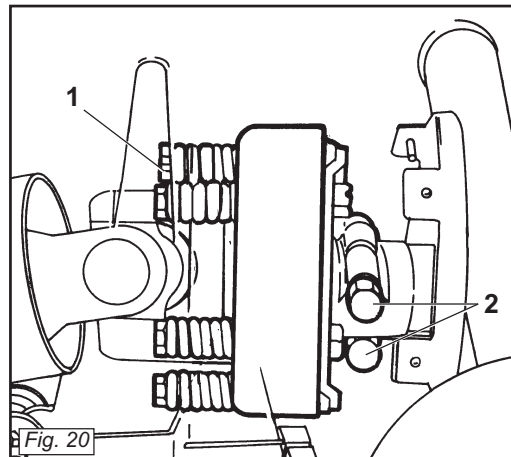

Fig. 20
Se slitta troppo facilmente (surriscaldandosi) è necessario avvitare uniformemente tutti i dadi (1 Fig. 20) che stringono le molle.
*If it slips too easily (and overheats), it will be necessary to evenly tighten all the nuts (1 Fig. 20) that retain the springs.*
L'embrayage est déjà réglé pour un effort moyen. Lorsqu'il patine facilement (en se surchauffant) il faut visser de manière uniforme tous les écrous (1 Fig. 20) de serrage des ressorts.
*Die Gelenkwelle kann mit einer Sicherheitskupplung ausgerüstet werden, um die Getriebeteile des Gerätes vor Überlastungen und/oder Beanspruchungen zu schützen. Die Gelenkwelle darf keine Neigung über 10 Grad aufweisen (Abb. 6). Die Kupplung ist auf eine mittlere Beanspruchung voreingestellt. Wenn die Kupplung zu schnell schlupft (Überhitzung), muß man alle Muttern (1 Abb. 20), die die Federn spannen, noch weiter anziehen.*
Si patina muy fácilmente (recalentándose) es necesario ajustar uniformemente todas las tuercas (1 Fig. 20) que apretan en el resorte.
Qualora l'albero cardanico fornito abbia il mozzo con bloccaggio a bulloni (2 Fig. 20), assicurarsi che questi siano serrati con forza.
Se la frizione non slitta, svitare uniformemente tutti i dadi (1 Fig. 20) che fissano le molle.
If the supplied cardan shaft has a bolt-locked hub (2 Fig. 20), check that these bolts are fully tightened.
If the clutch does not slip, evenly unscrew all the spring fixing nuts (1 Fig. 20).
Si le moyeu de l'arbre à cardans dispose d'un blocage par boulons (2 Fig. 20), assurez-vous que ces derniers sont bien serrés.
Si l'embrayage ne patine pas, dévissez de manière uniforme tous les écrous (1 Fig. 20) de fixation des ressorts.
Sollte die mit dem Gerät gelieferte Gelenkwelle eine mit Schraubbolzen blockierte Nabe (2 Abb. 20) haben, sicherstellen, daß diese angezogen sind.
Wenn die Kupplung nicht schlupft, alle Muttern (1 Abb. 20), die die Federn spannen, gleichmäßig lockern.
Si el árbol cardánico tiene el cubo con bloqueo de bulones (2 Fig. 20), controlar que estos últimos estén bien ajustados.
Si el embrague no patina, aflojar uniformemente todas las tuercas (1 Fig. 20) que fijan el resorte.